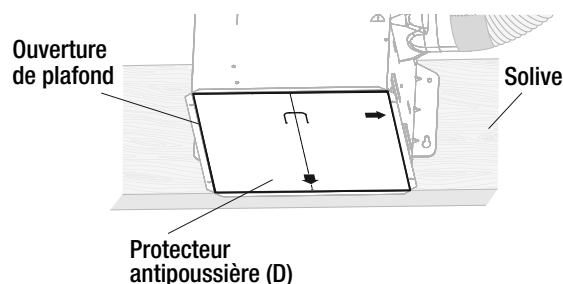

Fig. 19
- Une fois que l'installation est satisfaisante, protéger le moteur du ventilateur contre la poussière et les débris de construction à l'aide du protecteur antipoussière fourni (D) jusqu'à ce que la construction soit terminée. Voir la figure 19. Ne pas installer le protecteur antipoussière dans le cadre d'un projet de construction terminé. Ne pas faire fonctionner le ventilateur avec le protecteur antipoussière en place, car cela endommagerait le moteur.